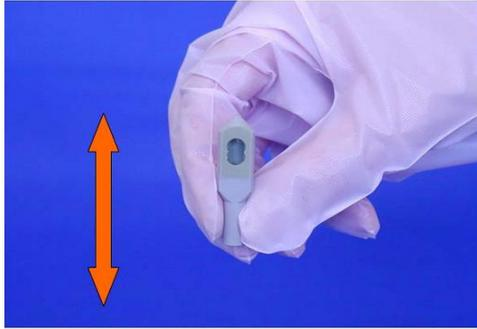

图6 清除味觉传感器的内部液
2. 拿住传感器探针，如图6，晃动它使内部液倒出。然后，用洗瓶或注射器注射去离子水来清洗探针的内部，如图60，接着，晃动使去离子水倒出。重复操作3次，确保内部液完全倒出。如果次数不够，残存的内部液可能会形成盐分结晶。